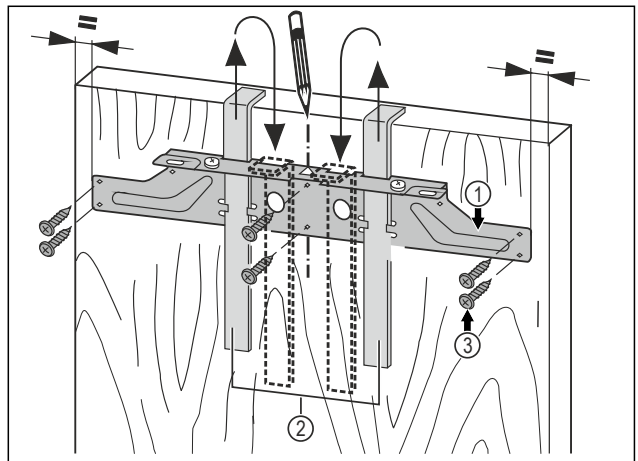

Fig. 20
- Траверсу кріплення Fig. 20 (1) разом із засобами для монтажу Fig. 20 (2) приладняйте на внутрішню сторону меблевих дверцят.
- Траверсу кріплення Fig. 20 (1) вирівняйте на дверцятах посередині.
- Затягніть траверсу кріплення Fig. 20 (1) щонайменше 6 гвинтами Fig. 20 (3).
- Затягніть траверсу кріплення Fig. 20 (1) 4 гвинтами Fig. 20 (3) по краю.
- Підніміть засоби для монтажу Fig. 20 (2) вгору та вкрутіть у розташовані поруч кріпильні отвори.